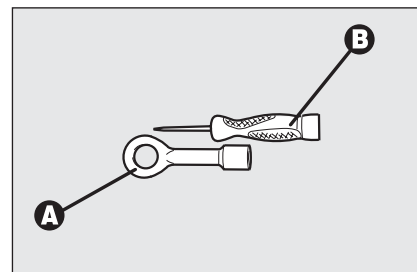
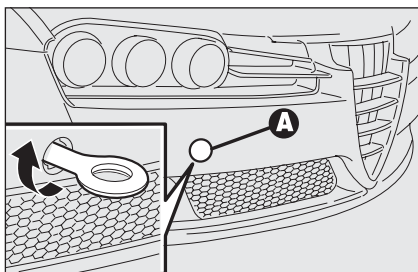

fig. 64
fig. 65
- prelevare l'anello di traino **A-fig. 64** dal contenitore del Fix&Go automatic.
- rimuovere il tappo **A-fig. 65** inserito a pressione sul paraurti anteriore. Per questa operazione, nel caso si utilizzi il cacciavite in dotazione **B-fig. 64** con lama a punta piatta, occorre proteggere la punta stessa con un panno morbido, al fine di evitare l'eventuale danneggiamento della vettura.